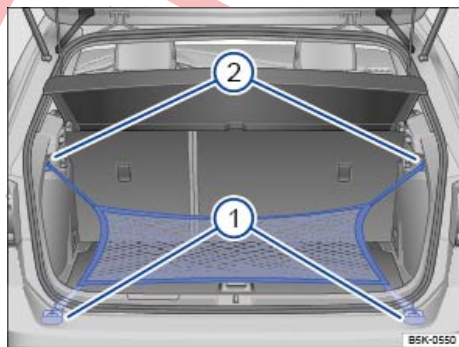

Fig. 139 En el maletero: argollas ① y ganchos ② para enganchar la bolsa de red.
- Fije los ganchos cortos de la bolsa en las argollas de amarre ⇒ fig. 139 ① ⇒ ⚠. La cremallera de la bolsa tiene que quedar hacia arriba.
- Fije las cintas en los ganchos para colgar bolsas ②.